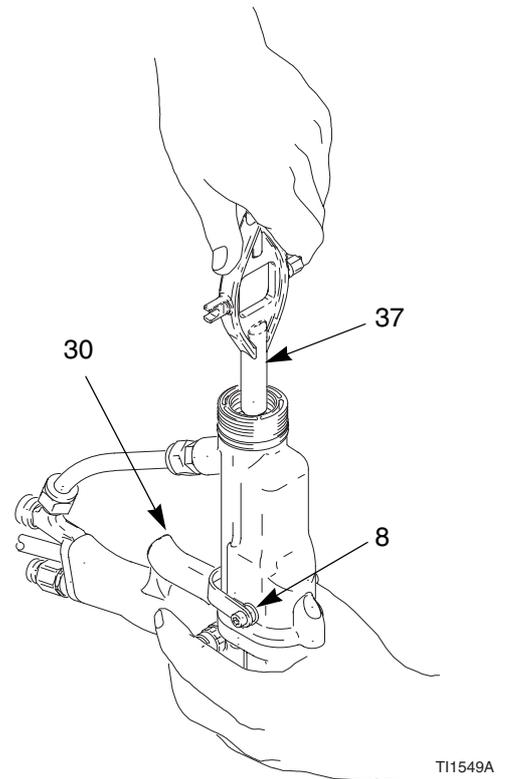

Fig. 11. Dépose de la garniture produit
4. Retirer les vis de la gâchette (8) ainsi que la gâchette (30). Voir Fig. 11.
5. Démontér la tige de presse-étoupe (26) à l'aide de la clé multi-usage (37).